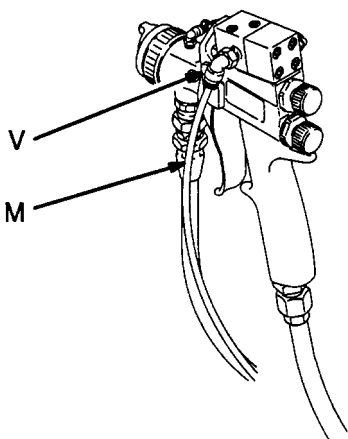

Fig. 5 02784
- A. Skru koplingen (V) på slangen (M) fast på aktivatorinntaket. Se Fig. 5.